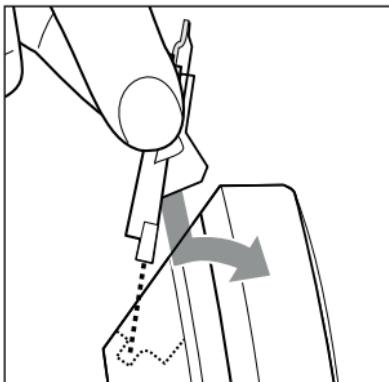

Fig. 10
- 2) Éliminez les restes de cheveux avec la brosse de nettoyage ⑯ (comprise dans la livraison) de la tête de coupe ①.
- 3) Tenez la tête du rasoir ① sous l'eau courante. N'utilisez aucun autre liquide pour le nettoyage.
- 4) Laissez la tête du rasoir ① sécher.
- 5) Versez quelques gouttes seulement de l'huile pour lame ⑫ fournie sur la lame de coupe de la tête de coupe ① et étalez-la uniformément. Essuyez l'huile superflue avec un chiffon doux.
- 6) Introduisez l'ergot de la tête de coupe **①** sous le bord arrière du boîtier. Poussez la tête de coupe **①** vers le bas dans le support de l'ergot puis en avant jusqu'à ce qu'elle s'enclenche audiblement dans l'appareil (voir fig. 10).